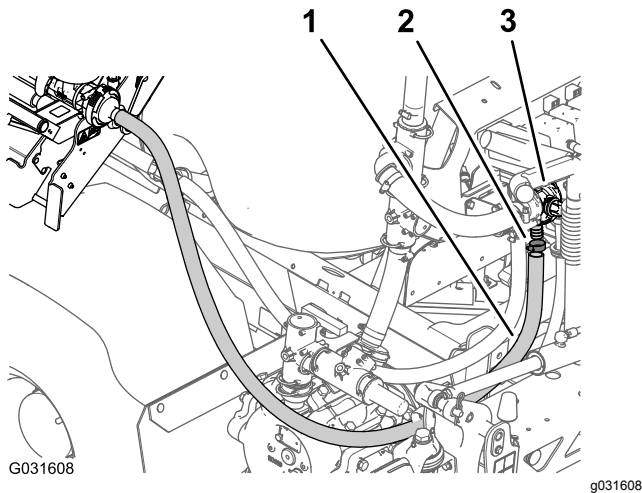

Bild 36
Anschlussstück des Ejektorregelventils befestigt ist (Bild 36).
8. Nehmen Sie den Schlauch vom Ejektorregelventil ab (Bild 36).